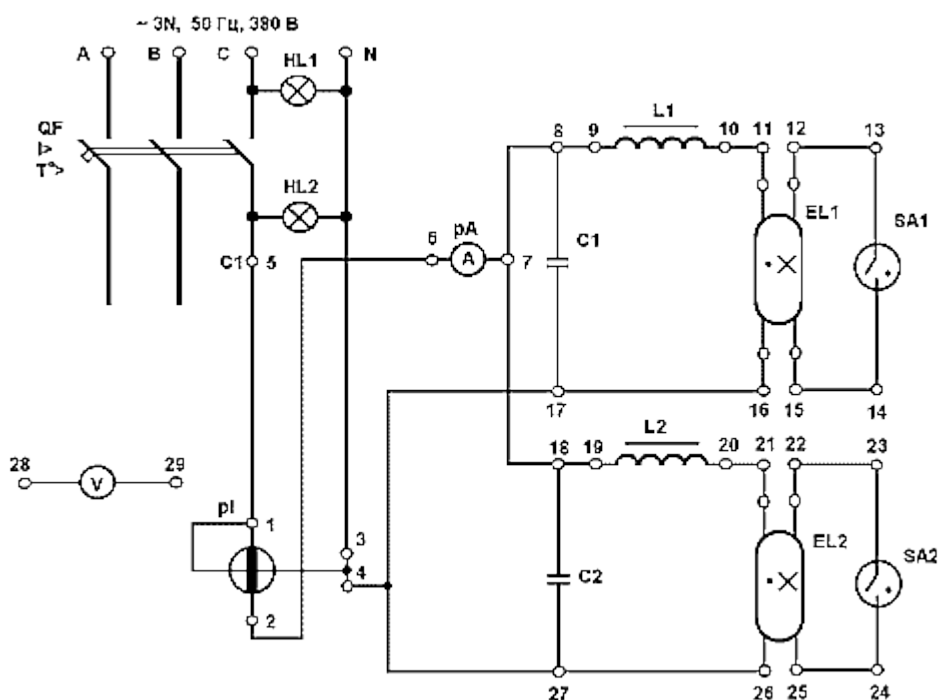

Рис. 13. Схема включения люминесцентных ламп
1. Изучите элементы схем включения люминесцентных ламп, расположенных на лабораторном стенде и на рис. 13.
3. Монтажными проводами соберите схему включения ламп (рис. 13) между соответствующими зажимами на лабораторном стенде.
2. Схема на рис. 13.